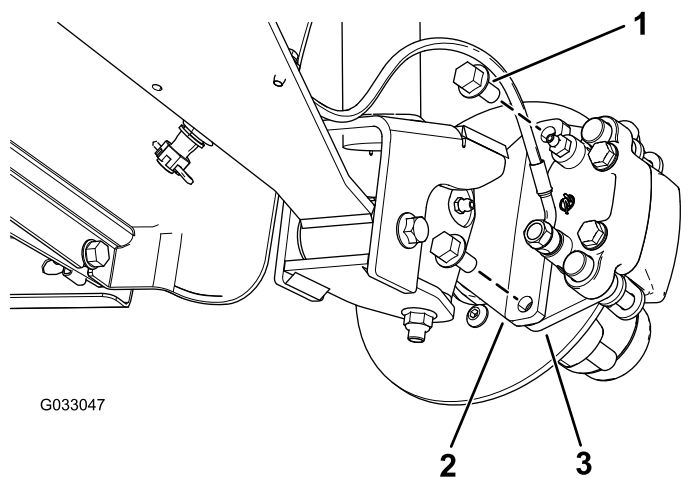
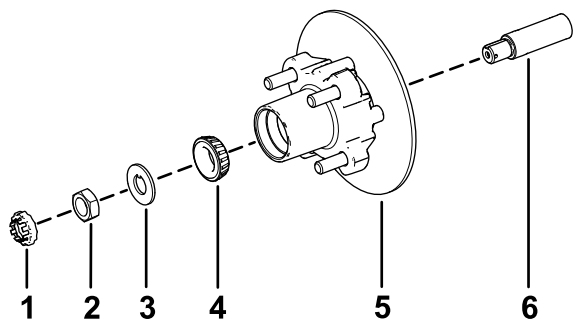

Figura 29
Figura 33
3. Togliete i bulloni a testa flangiata ($\frac{3}{8}$ " x $\frac{3}{4}$ ") che fissano la staffa del gruppo del freno al mandrino e separate il freno dal mandrino (Figura 29).
1. Lubrificate leggermente il mandrino con il grasso specificato (Figura 33).
2. Montate il mozzo e il rotore sul mandrino con il rotore verso l'interno (Figura 33).
3. Montate il cuscinetto esterno sul mandrino e inserite il cuscinetto sull'anello esterno (Figura 33).
4. Montate la rondella di sicurezza sul mandrino (Figura 33).
5. Avvitare il dado del mandrino sul mandrino e serrare il dado a 15 N·m mentre ruotate il mozzo per posizionare in sede il cuscinetto (Figura 33).
2. Allineate le pastiglie dei freni su ciascun lato del rotore (Figura 29) e i fori sulla staffa della pinza con i fori sul supporto del freno del telaio del mandrino (Figura 33).
3. Fissate la staffa del calibro al telaio del mandrino (Figura 29) utilizzando i 2 bulloni a testa flangiata ($\frac{3}{8}$ " x $\frac{3}{4}$ ").